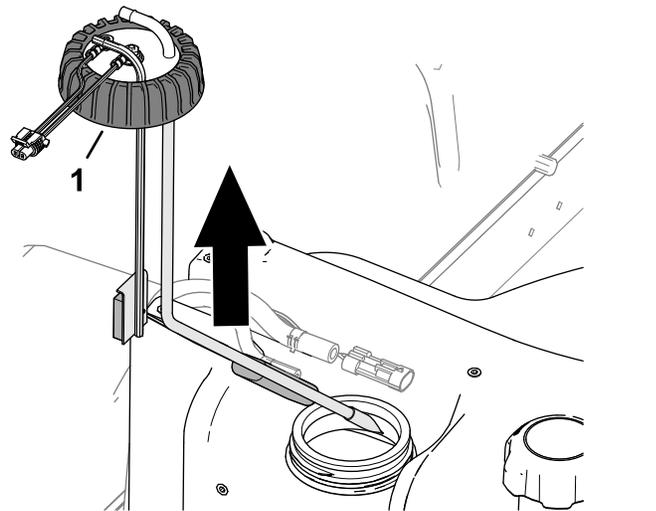

Figura 121
5. Afloje el tapón del sensor de combustible (Figura 121).